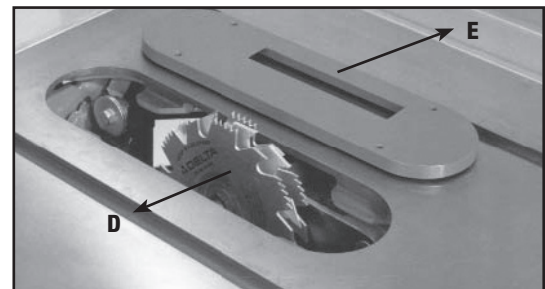

Fig. 47
2. Sujete el juego de cabezales para ranuras (D), Fig. 47, al mandril de la sierra.
EL INSERTO PARA MESA DEL JUEGO DE CABEZALES PARA RANURAS (E), FIG. 47, DEBE UTILIZARSE EN LUGAR DEL INSERTO ESTÁNDAR. ESTÁ DISPONIBLE COMO PARTE DEL SERVICIO A TRAVÉS DE UN CENTRO DE MANTENIMIENTO BLACK & DECKER.